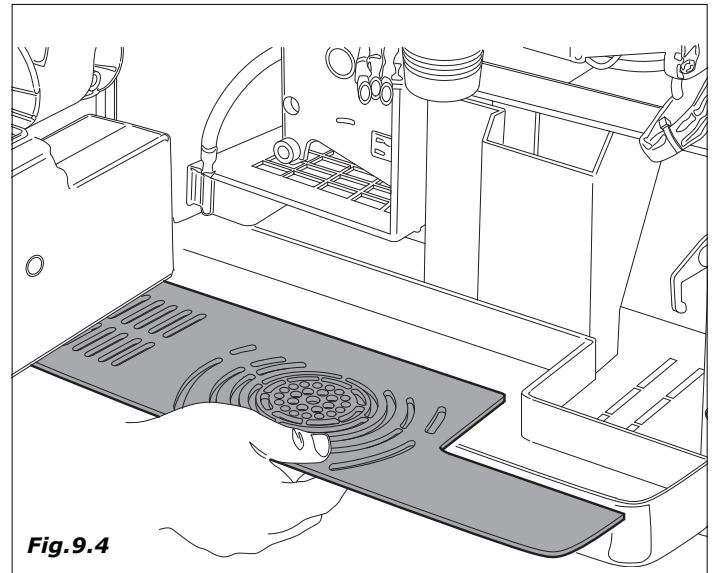

Fig.9.4
- Tube de distribution, réceptacle à gobelets (figure 9.4)